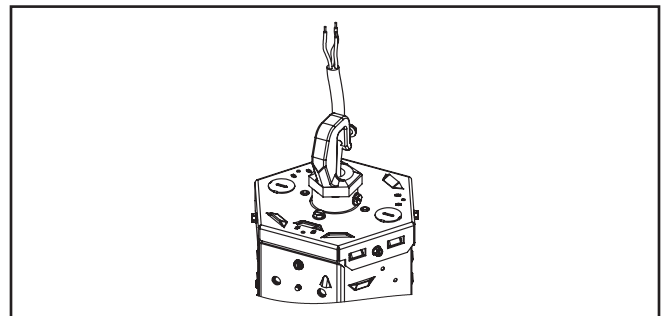

Figura 8.
2. Enrosque el gancho o el lazo para el montaje (Figura 8).